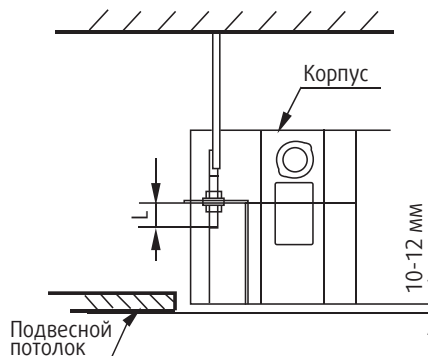

Рис. 4-1
### 4.1. Выбор места установки (рис. 4-1, 4-2, 4-3 и табл. 4-1)
- Отрегулируйте расположение блока, убедившись в том, что расстояния между корпусом блока и потолочной конструкцией одинаково по всему периметру корпуса блока. Нижняя поверхность корпуса блока должна быть утоплена в потолочную поверхность на 10-12 мм (рис. 4-1).
- Для удобства монтажа, длина L – должна быть не меньше, чем половина длины загиба монтажного крюка (рис. 4-1).